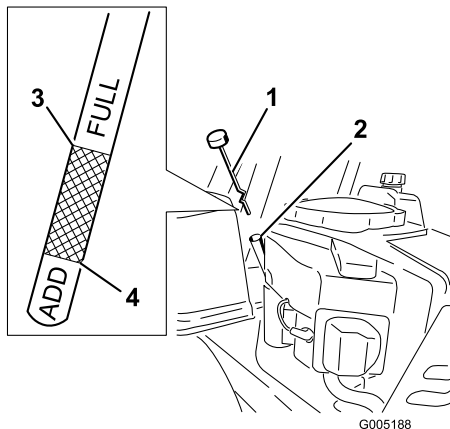

Figure 28
4. Dévissez et retirez la jauge et essuyez-la sur un chiffon (Figure 28). Réintroduisez la jauge dans le tube jusqu'à ce que le capuchon repose sur le tube. Ne vissez pas le capuchon sur le tube.
- Enlevez le bouchon de remplissage/la jauge (Figure 28).
- Versez avec précaution environ 80% de la quantité d'huile spécifiée dans le goulot de remplissage (Figure 28)
- Remettez le bouchon de remplissage/la jauge en place (Figure 28).
- Vérifiez le niveau d'huile (Figure 28) (voir Contrôle du niveau d'huile).
- Remettez le bouchon de remplissage/la jauge et serrez à fond (Figure 28).